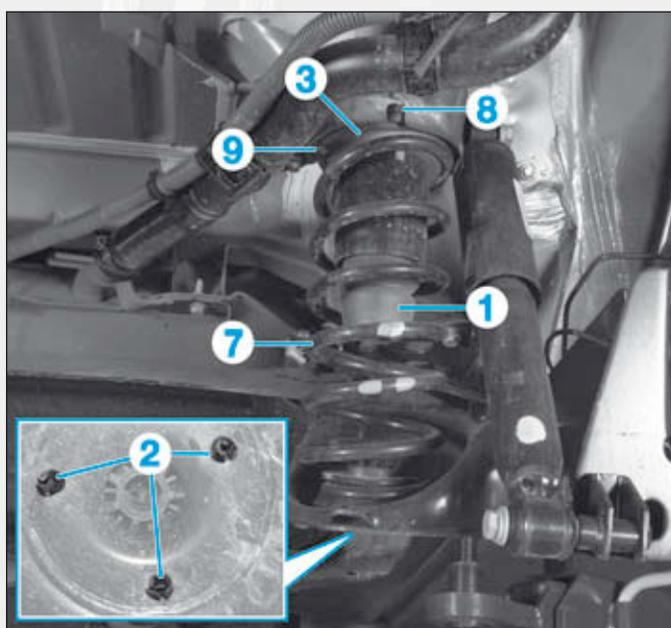

FIG.24
- Dégager la butée (1) (Fig.24).
- la coupelle supérieure (3) du ressort en (8) (Fig.24),
- Le ressort de suspension (7) en (9),
- Les agrafes de la coupelle inférieure (2)
- Décompresser le ressort de suspension (7).